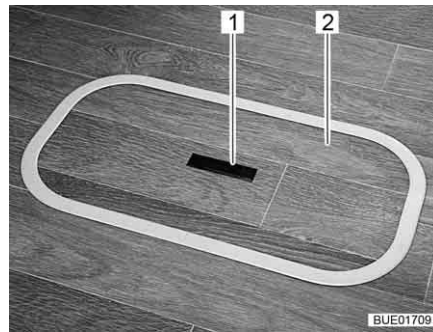
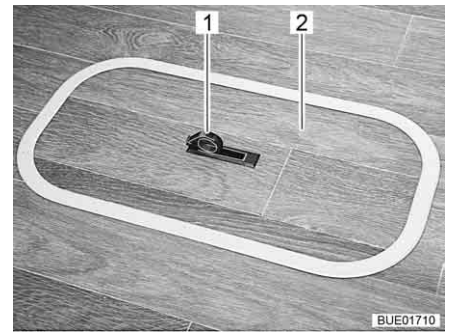

Fig. 79 Copertura scomparto nel fondo (maniglia abbassata)
Fig. 80 Copertura scomparto nel fondo (maniglia alzata)
- Spingere la piastra di presa (Fig. 79,1) verso il basso da un lato. La maniglia (Fig. 80,1) viene ruotata verso l'alto.
- Rimuovere la copertura (Fig. 79,2 o Fig. 80,2) tirandola verso l'alto.